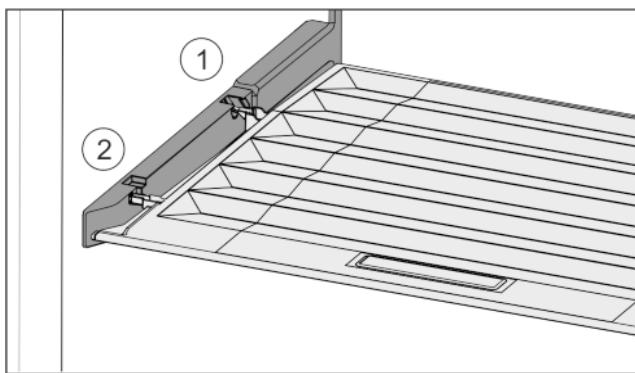

Fig. 34
- Пъхнете шийките на капака през отвора в задния държач Fig. 34 (1) и фиксирайте отпред в държача Fig. 34 (2).